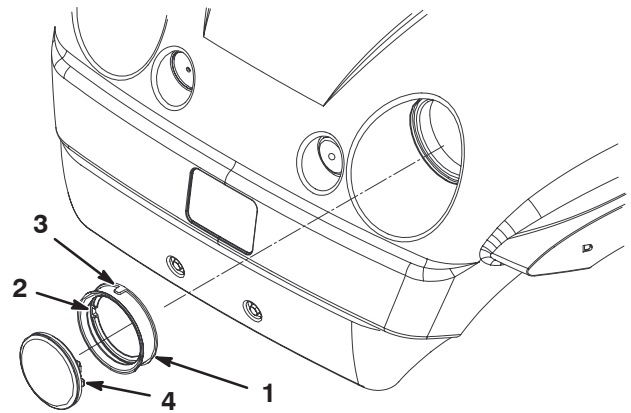

Figure 47
4. Déposez le joint en caoutchouc qui entoure le phare (Fig. 47). Mettez le phare au rebut.
5. Placez l'encoche située à l'intérieur du joint en face de l'encoche du phare neuf (Fig. 47). Placez le joint sur le phare jusqu'à ce qu'il tienne bien en place.